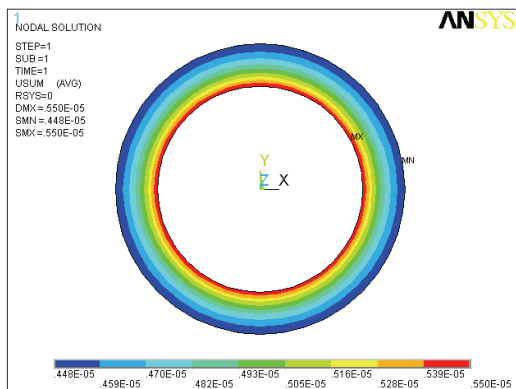

图 3-36 位移等值线图
1) 选择 Main Menu | General Postproc | Plot Results | Contour Plot | Nodal Solu 命令, 出现 Contour Nodal Solution Data 对话框, 在 Item to be contoured 列表框中选择 Nodal Solution | DOF solution | Displacement vector sum, 单击 OK 按钮, ANSYS 显示窗口将显示位移等值线图, 如图 3-36 所示。